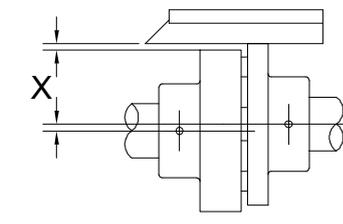

Fig. 21
- 9 - Controllare il parallelismo in più punti (per esempio a 90° l'uno dall'altro) tramite una riga appoggiata sulla circonferenza esterna dei due semigiunti (vedere la fig. 21).